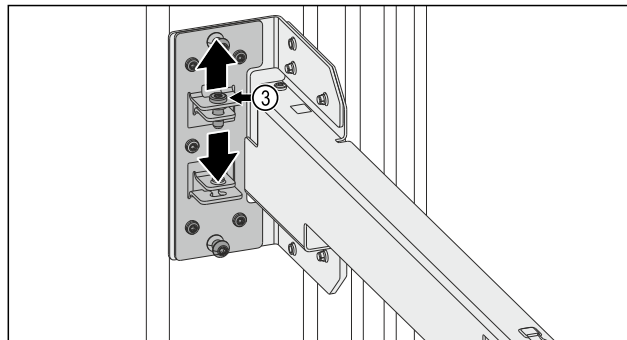

Fig. 14
- ▶ Poluzować śrubę Fig. 14 (3).
- ▶ Dokręcić śrubę Fig. 14 (3).